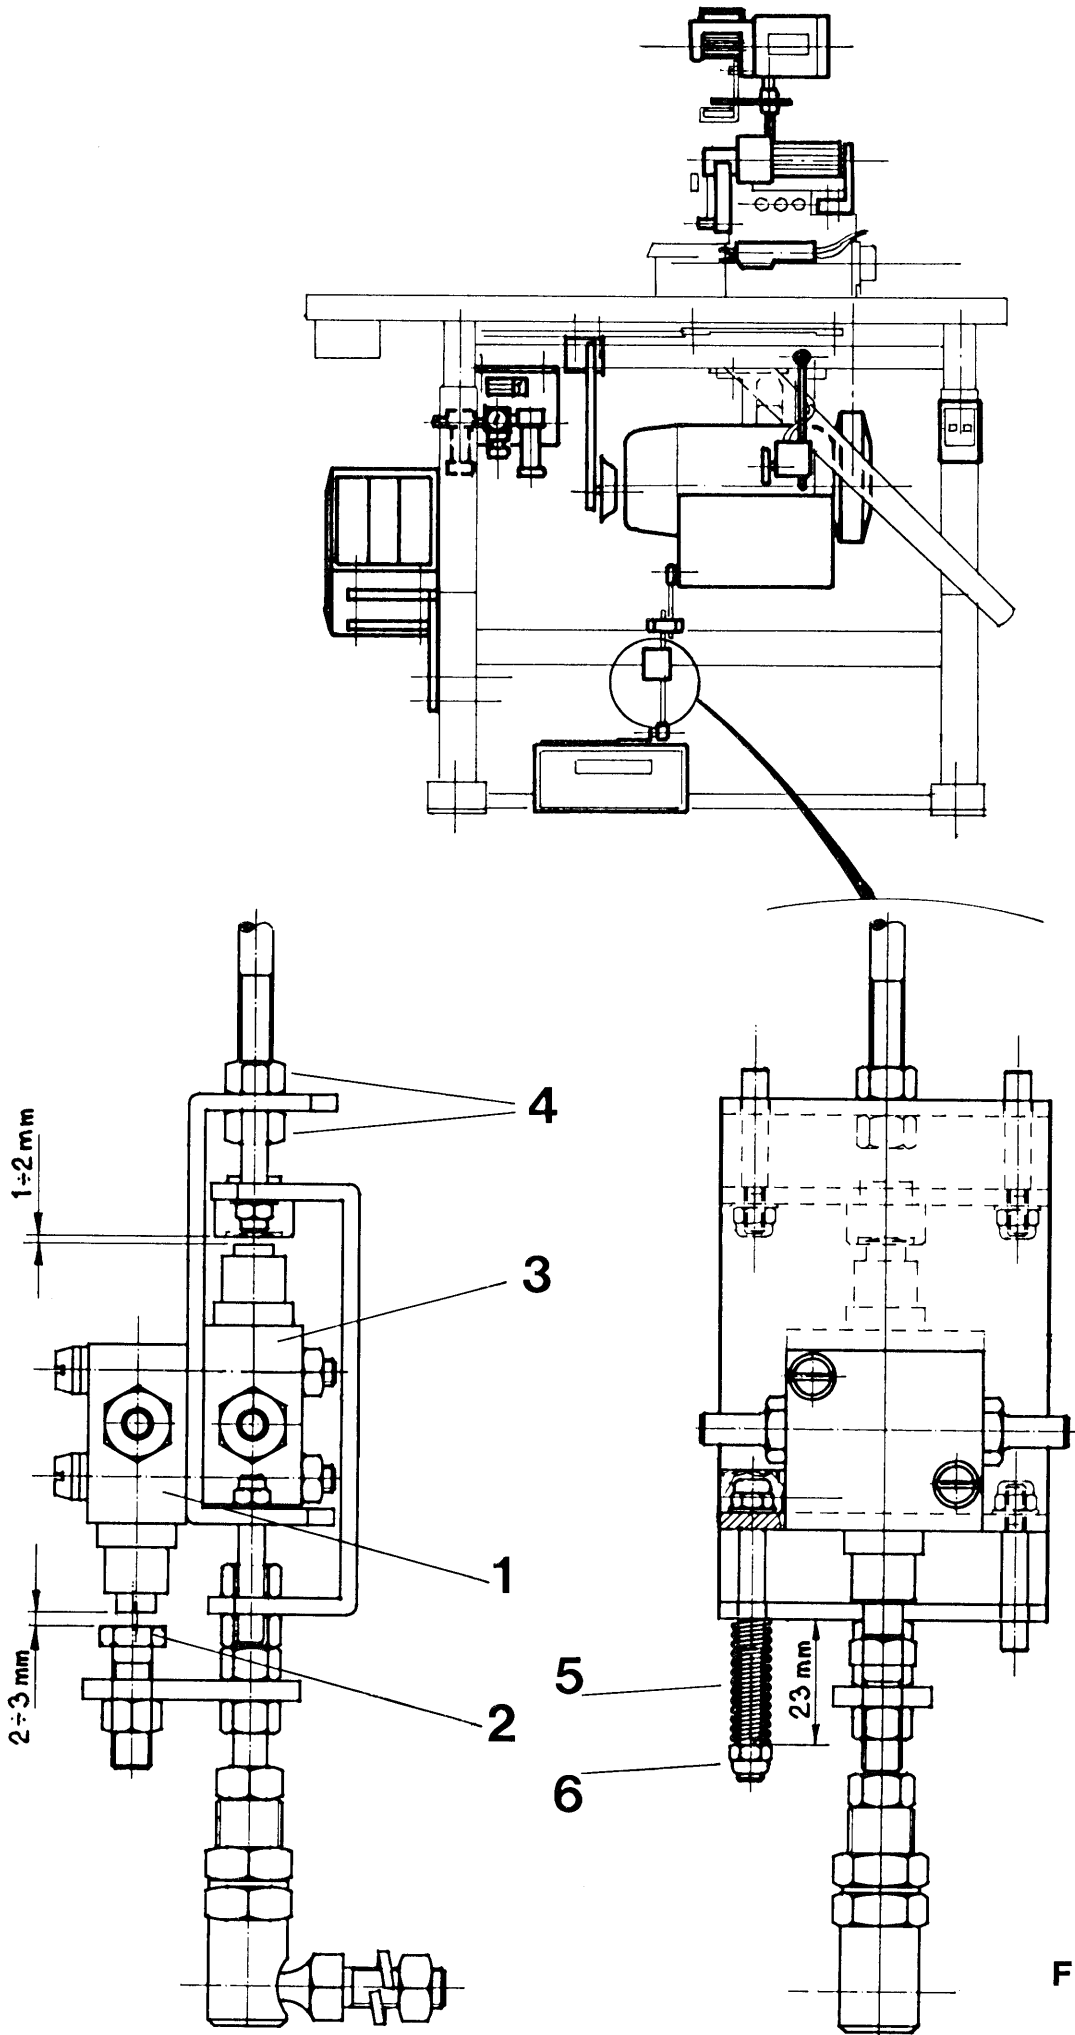

Fig. 11
Su activación mediante un golpe hacia atrás sobre el pedal la realiza la válvula que se halla sobre el tirante del motor y que manda también el levantamiento del prensatelas 1-fig.11.
La posición correcta de la válvula se obtiene colocando la cabeza del tornillo de regulación 2-fig. 11 a 2-3 mm. de distancia aproximadamente de la varilla de la válvula con el pedal en condiciones de descanso.
El mando de elevación lo da la válvula del tirante del motor 1-fig. 11.
- La activación de la aspiración del cortacadenetas se produce junto con el accionamiento de la máquina, mediante una válvula colocada sobre el tirante del motor ref. 3-fig. 11. El movimiento del cuchillo móvil se obtiene gracias al dispositivo de accionamiento 1-fig. 16 conectado con el cuchillo de corte a hilo de la cabeza.
- La posición correcta de la válvula de mando de la aspiración sobre el tirante del motor se obtiene actuando sobre las tuercas y las contratuercas ref. 4-fig. 11 de manera de llevar la varilla de la válvula 3-fig. 11 a una distancia de 1-2 mm. aproximadamente del tope sobre la brida, con el pedal en condiciones de descanso, el muelle ref. 5-fig. 11 tiene la función de mantener la posición de la brida. Su carga correcta se obtiene respetando la medida de 23 mm. (fig. 11), actuando sobre la tuerca 6-fig. 11.